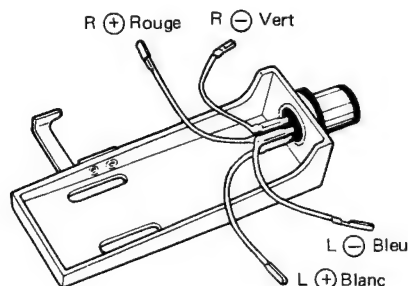

Fig. 9
(1) Fixer la cellule phonolectrice sur la coquille à l'aide des vis de fixation de cellule.
(2) Les polarités et les canaux L et R de la coquille de phonolecteur sont indiqués sur la Fig. 9. Les connexions doivent être faites en fonction de l'indication de borne de la cellule phonolectrice.